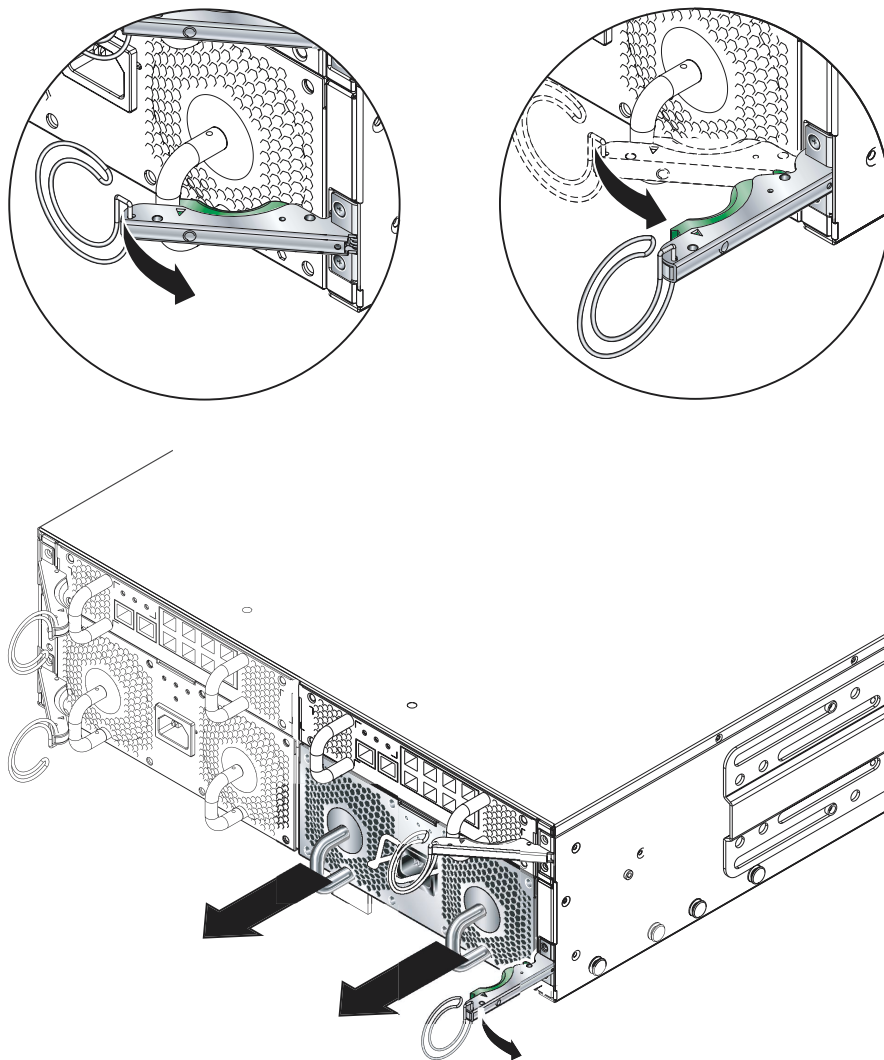

图 4-7 PSU 弹出杆
1. 压下绿色的 PSU 弹出杆以解开其栓锁，然后向您所在的方向拉弹出杆，以便从系统机箱上断开 PSU 的连接（图 4-7）。